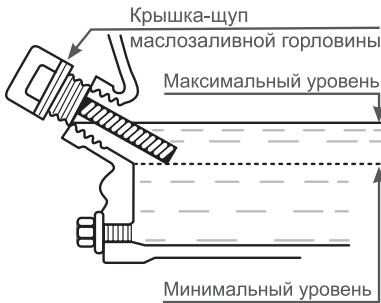

Рис. 6 Проверка уровня масла в картере
- Аккуратно вытащите щуп и осмотрите его (Рис. 6). Уровень масла должен соответствовать верхней отметке на щупе. При недостаточном уровне масла в картере необходимо долить чистое масло до верхней отметки на щупе (что соответствует нижней кромке заливного отверстия). После окончательной проверки, плотно закрутите крышку-щуп.